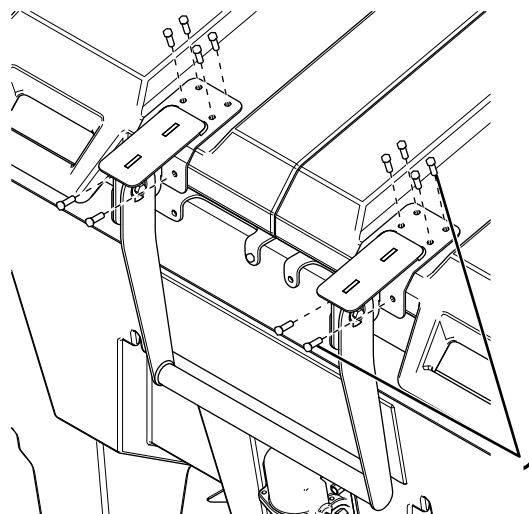

**Figura 23**
- Sujete 2 soportes de montaje a un asa, usando 2 tuercas, 2 casquillos macho, 2 arandelas y 2 pernos ( $\frac{3}{8}$ " x  $1\frac{1}{4}$ " ), como se muestra en la Figura 23.